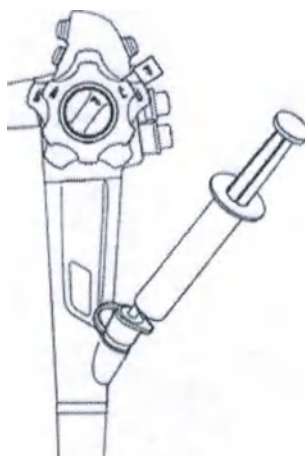

Рис. 7.55
2. Поместите дистальный конец эндоскопа в чистый контейнер и подсоедините шприц, заполненный стерильной водой, к клапану входного отверстия, как показано на Рис. 7.55.